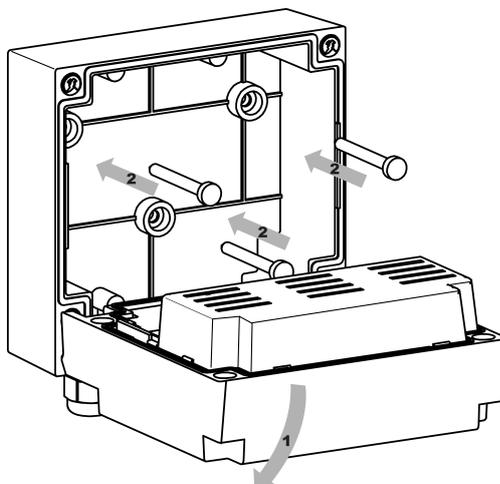

Рисунок 4.10 – Установка на стену
2. Откинуть вниз переднюю часть корпуса (см. рисунок 4.10, стрелка 1)
3. Прижать прибор к поверхности монтажа. Вставить в отверстия задней крышки саморезы из комплекта поставки (см. рисунок 4.10, стрелка 1). Закрутить саморезы в поверхность.